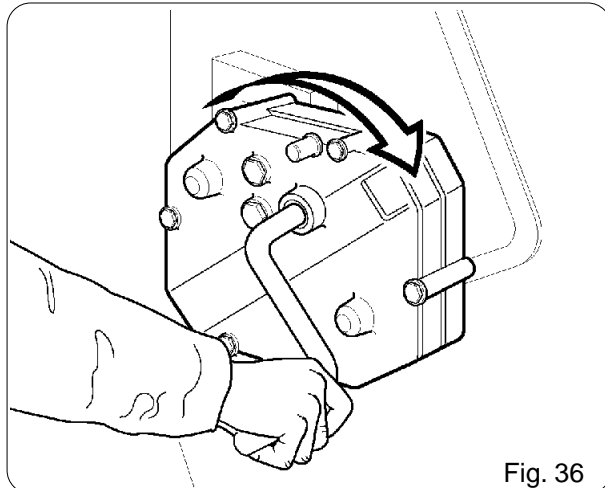

Fig. 36
4) Inserire la manovella (Fig. 36) nell'alberino del cambio e girare in senso orario.
4) Insert the crank (Fig. 36) on the speed change gear shaft and rotate clockwise.
4) die Kurbel (Abb. 36) in die Getriebespindel einsetzen und im Uhrzeigersinn drehen.
4) insérer la manivelle (Fig. 36) dans l'arbre de la boîte de vitesse et tourner dans le sens des aiguilles d'une montre.
4) insertar la manivela (Fig. 36) en el árbol del embrague y girar en el sentido dextrorso;